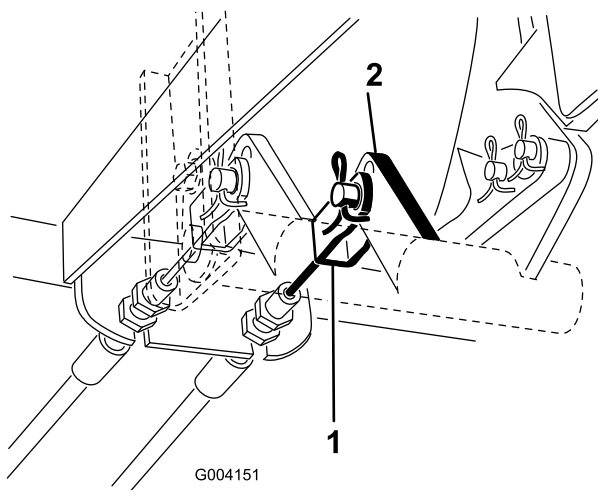

Figure 68
2. Débranchez le câble de frein gauche de la pédale de frein (Figure 68) et serrez le frein de stationnement.